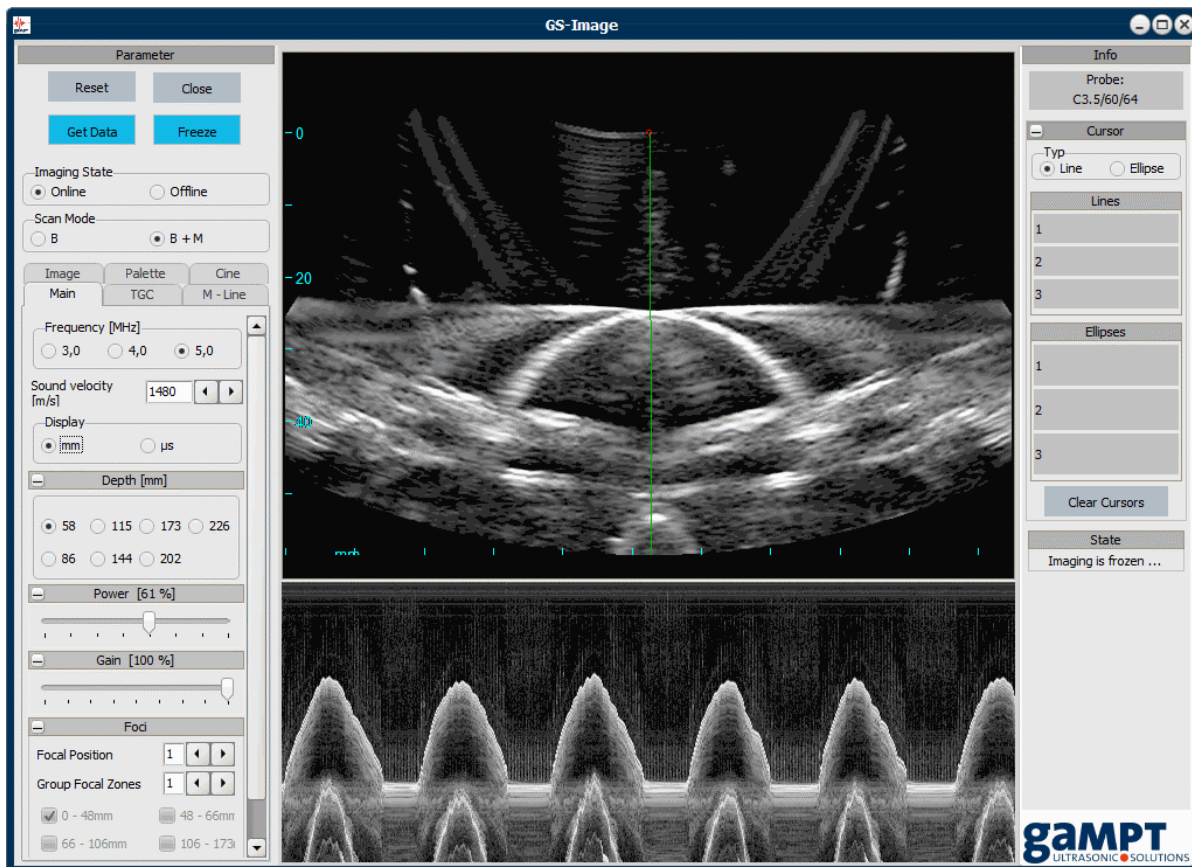

Abb. 62: B+M-mode-Messung an einer bewegten Membran(Herzmodell, Bestell-Nr. 10220)
**B+M-Mode:** In diesem Modus wird unter dem B-Bild ein weiteres Ultraschallbild dargestellt, das nach dem Time-Motion-Verfahren erzeugt wird. Das Time-Motion-Bild wird bzgl. einer sogenannten *M-Line* (grüne Linie im oberen Sonogramm Abb. 62) erzeugt, die mit Hilfe der Einstellfunktion des M-Line-Registers frei im B-Bild-Sonogramm positioniert werden kann (siehe Kapitel 5.4.4.3).
Im **B+M-Mode** gibt die M-Linie außerdem die Position an, bei welcher Scanlinie die M-Mode-Daten gewonnen werden (siehe Abb. 62 auf Seite 66). Über einen weiteren Schieberegler *Sweep Speed* kann hier das Zeitfenster für das Time-Motion-Bild und somit die Aktualisierungsgeschwindigkeit, mit der das Bild aktualisiert wird, festgelegt werden. Größe und Anzahl der einstellbaren Zeitwerte hängen vom verwendeten Arraywandler ab.